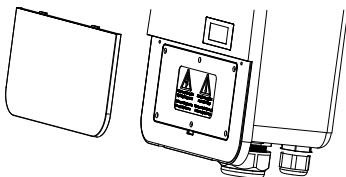

Abb. 5-6 Zierdeckel entfernen
1. Öffnen Sie den Zierdeckel und den Dichtungsdeckel wie in Abb. 5-6 und 5-7 gezeigt.